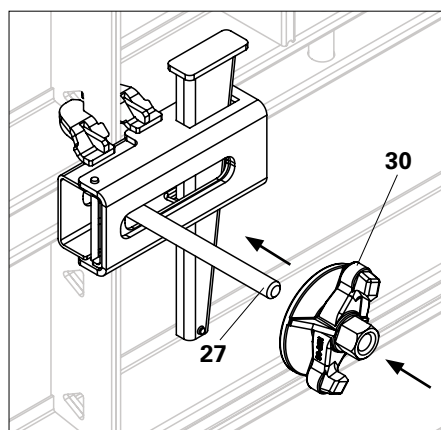

Fig. A4.07
4. Una volta che il morsetto è fissato nei giunti per telai, montare la barra di fissaggio DW 15 (27) nella fessura di fissaggio. (Fig. A4.07)
5. Applicare la contropiastra dado ad alette DW 15 (30) e ruotare in senso orario. (Fig. A4.07)